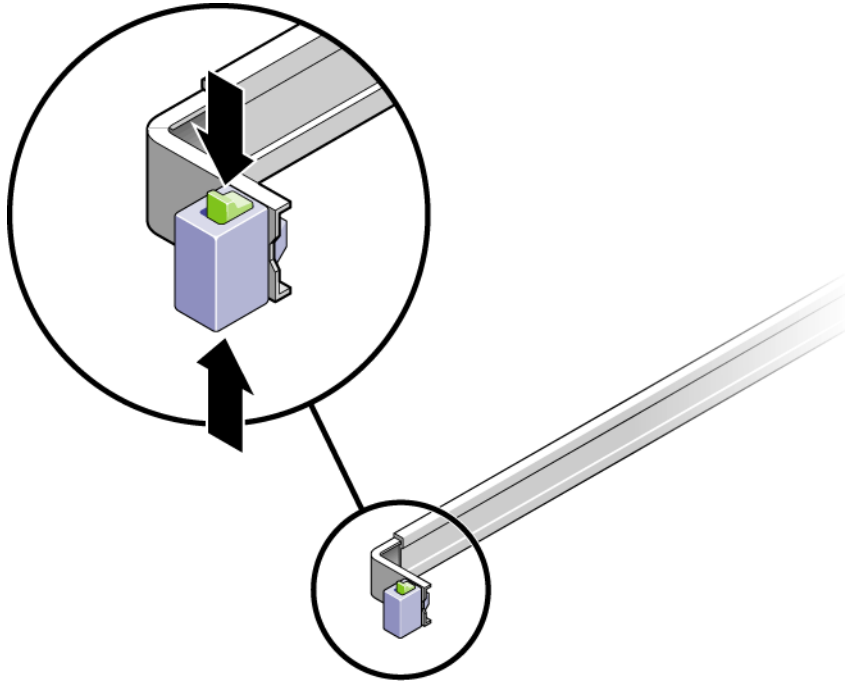

ABBILDUNG 2-1 Entsperrn der Schienenbaugruppe
- a. Drücken Sie hierzu die obere und die untere Sperrtaste der Schienensperre gleichzeitig nieder (ABBILDUNG 2-1).